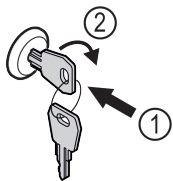

Fig. 46 Atvaizdo pavyzdys
- ▶ Įspauskite raktą Fig. 46 (1).
- ▶ Pasukite raktą 90° pagal laikrodžio rodyklę Fig. 46 (2).